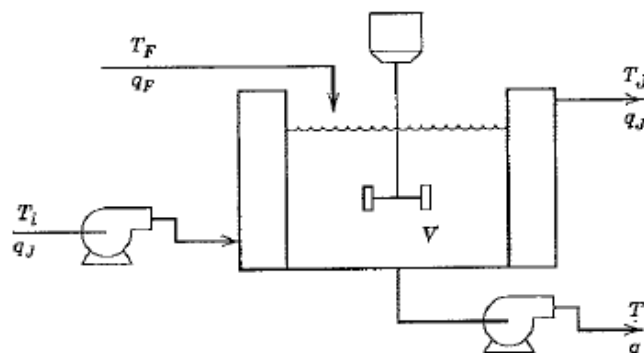

Figura 2 – Vaso encamisado da questão 2.
2) Um vaso encamisado é usado para resfriar uma corrente de processo, assim como mostrado na Figura 2. As seguintes informações são fornecidas:
- O volume do líquido no tanque (V) e o volume do fluido refrigerante na jaqueta (V_j) são constantes. A vazão volumétrica do fluido do tanque (q_f) é constante, mas a vazão volumétrica do fluido refrigerante é dependente do tempo.